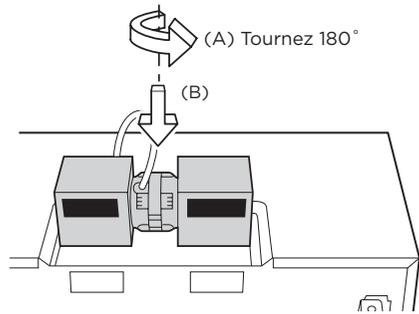

Figure 9
- Faites pivoter l'unité de ventilation de la hotte de 180° de manière à ce que les ouvertures des pales du ventilateur soient face à l'arrière du four. Notez que vous devrez soulever le fil au-dessus du ventilateur de la hotte pour que le fil se dégage. Voir la figure 9 (A). Remplacez le ventilateur de la hotte dans le four. Faites attention de ne pas pincer le fil et le ventilateur de la hotte. Voir la figure 9 (B).